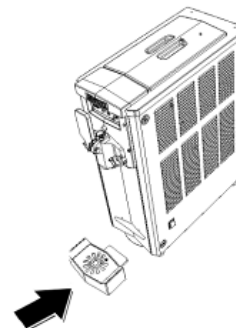

Fig. 25
- Rimontare la vaschetta raccogliogocce (Fig. 25).